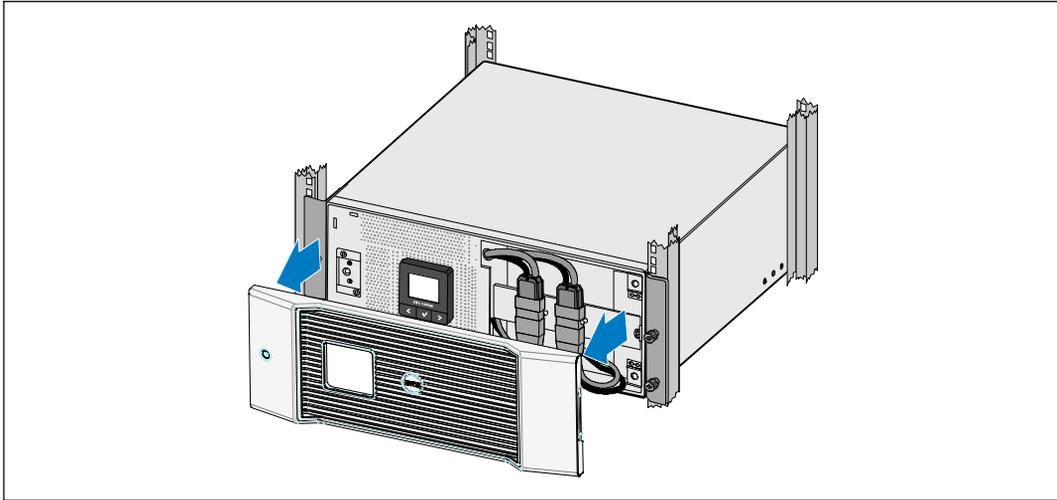

Figure 25. Les batteries internes de l'onduleur **DOIVENT** être déconnectées avant le transport.
- 3 La procédure suivante doit être réalisée ou supervisée par du personnel familier des batteries et des précautions requises (voir Figure 25).